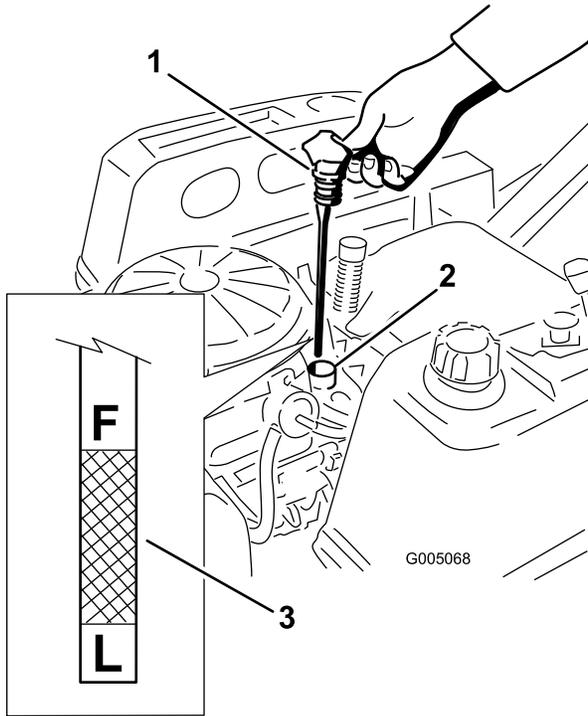
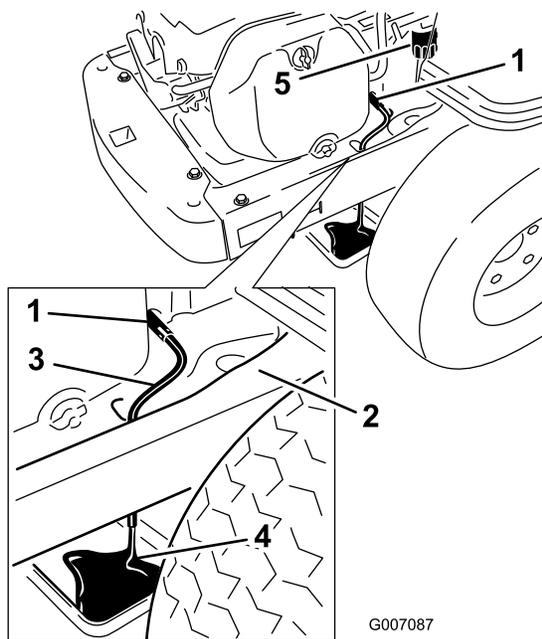

Bild 26
Bild 28
4. Ziehen Sie den Fülldeckel bzw. den Peilstab heraus und wischen Sie das Öl ab. Setzen Sie den Peilstab wieder ein und drücken Sie ihn richtig rein (Bild 26).
5. Nehmen Sie den Peilstab heraus und prüfen Sie den Ölstand (Bild 26).
7. Stellen Sie eine Wanne direkt unter das Ablassloch im Rahmen unter die Maschine, wie in Bild 28 dargestellt.
8. Bild 28 Nehmen Sie den Öleinfüllstuzendeckel/Peilstab ab (Bild 26).
10. Nehmen Sie den alten Filter heraus und wischen Sie das Befestigungspolster ab (Bild 28).
11. Bild 28
15. Gießen Sie ca. 80 % der angegebenen Ölmenge langsam in den Einfüllstutzen (Bild 26).
16. Stecken Sie den Ölfülldeckel und Peilstab wieder fest ein (Bild 26).
17. Prüfen Sie den Ölstand (Bild 26); siehe „Prüfen des Ölstands“.
19. Stecken Sie den Ölfülldeckel und Peilstab wieder fest ein (Bild 26).